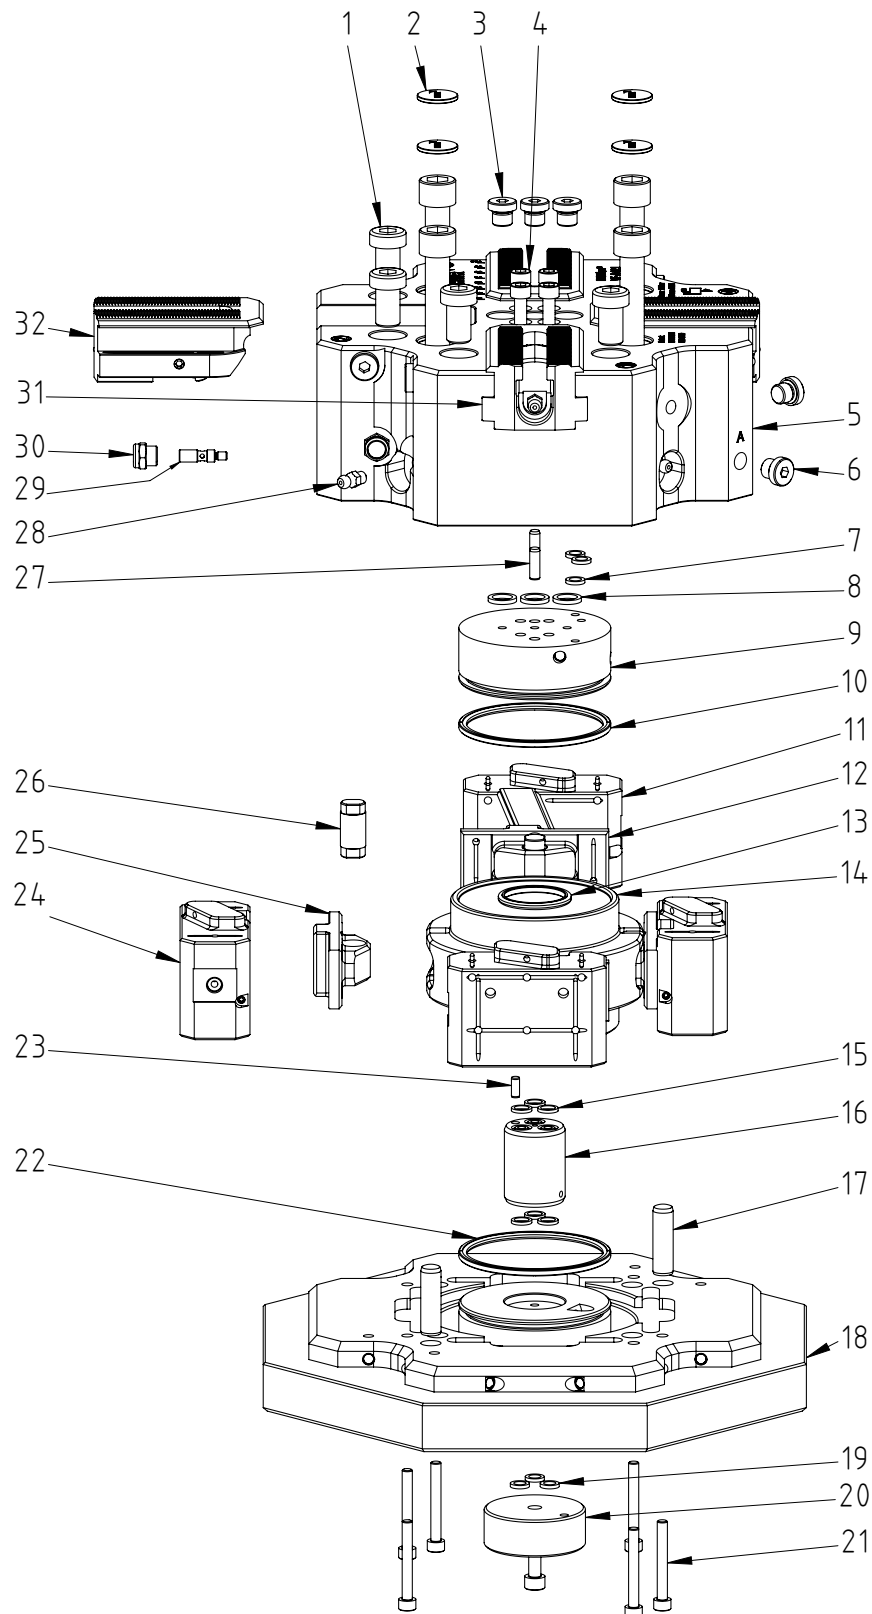

Abb. 8-1: Ersatzteile VF-A 021
Schritt 1 Suchen Sie in der Abb. 8-1 [... ▶ 46] das gewünschte Ersatzteil.